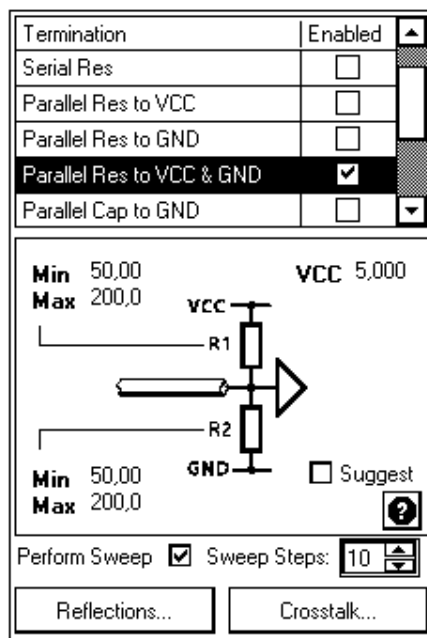

Рис. 10.11. Панель настройки режимов согласования
- в поле **Termination** располагается список из восьми способов подключения виртуальных согласующих элементов к входным или выходным IBIS-буферам микросхем (рис. 10.11):
- в нижележащем поле (см. рис. 10.11) представляется пиктограмма, отображающая выбранный способ подключения согласующих элементов и численные значения параметров этих элементов, которые могут быть изменены непосредственно в диалоге, вводом с клавиатуры. Кнопка подсказки открывает текстовый комментарий к каждому выбранному способу согласования.
В качестве элементов согласования назначим виртуальные согласующие цепочки из двух резисторов сопротивлением 140 Ом каждый — к цепи питания VCC и "земли" GND (см. рис. 10.11). Программа присоединяет эти цепи к входным буферам микросхемы DD2 — к контактам 12 и 13.
Вариация параметров элементов согласующей цепи выполняется, если в панели **Signal Integrity** установлена опция **Perform Sweep** (см. рис. 10.11).